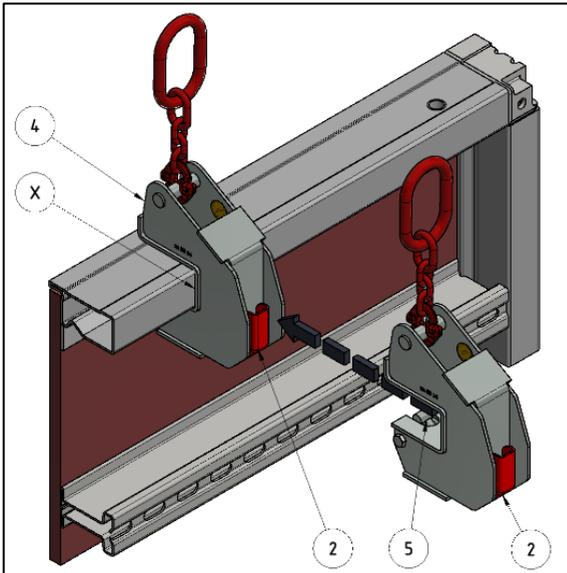
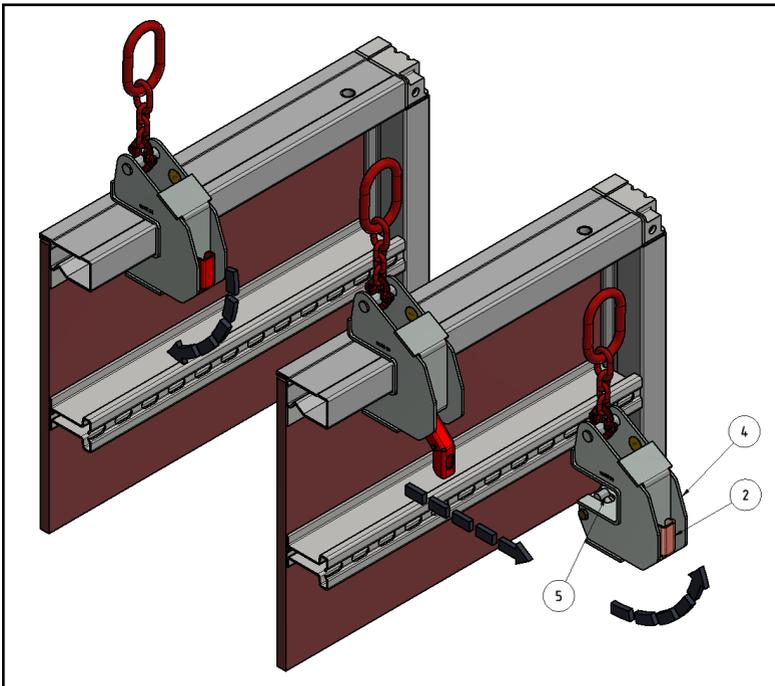

Abbildung 5 : Anbringen NOEtop Kranbügel
Abbildung 9 : Abnehmen Kranbügel
Den Kranbügel gemäß Abbildung 5 über das NOEtop Profil schieben bis er am Profil satt anliegt (siehe X). Dabei greift der Sicherungsbolzen (5) automatisch ins Profil ein.
**Der Betätigungshebel (2) muss wieder in der Ausgangsposition Abbildung 5 am NOEtop-Kranbügel (4) richtig anliegen.**
A red triangle with a black exclamation mark inside, indicating a warning.	<p>Die Last so absetzen, dass ein Anstoßen des Betätigungshebels (Abbildung 5) oder ein Aufsetzen des NOEtop-Kranbügels auf einem Hindernis vermieden wird!</p>
Abnehmen des NOEtop - Kranbügels geschieht wie in Abbildung 9 beschrieben.
Den Betätigungshebel (2) nach unten ziehen, so dass er am Gehäuse (4) aufsteht und der Sicherungsbolzen (5) entriegelt wird. Kranbügel nach hinten gemäß Abbildung 9 abnehmen.
**Der Betätigungshebel (2) muss wieder in der Ausgangsposition
Abbildung 5 am NOEtop-Kranbügel (4) richtig anliegen.**